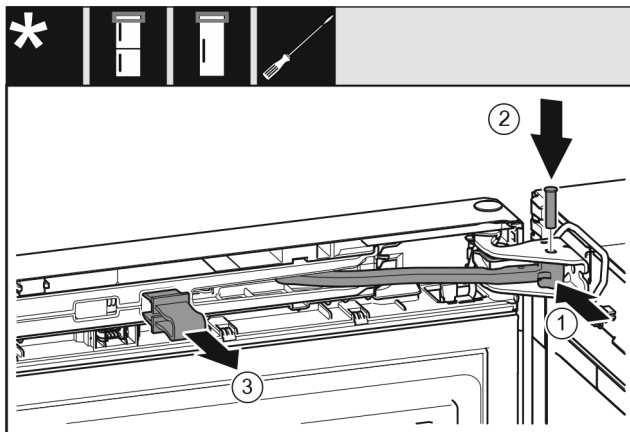

Fig. 50
- ▶ Otočte kloub ve stojanu ložiska. Fig. 50 (1)
- ▶ Vložte čep do stojanu ložiska a kloubu. Přitom dávejte pozor, aby byla zajišťovací vačka správně usazena v drážce. Fig. 50 (2)
- ▶ Vytáhněte pojistku. Fig. 50 (3)